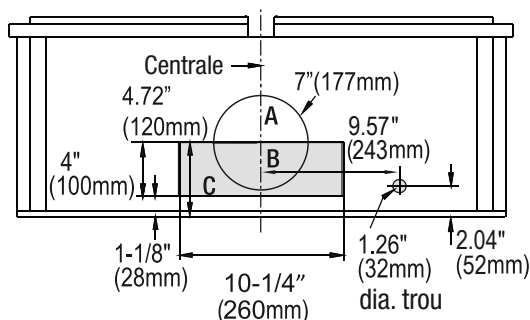
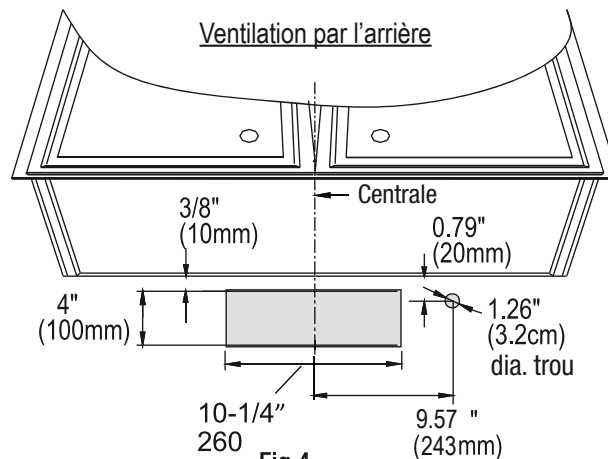

Fig.3
Fig.4
- Déterminer si votre système de ventilation existant évacue l'air par le haut ou par l'arrière. Veiller à ce que les ouvertures dans l'armoire ou dans le mur pour le clapet et pour l'accès à l'électricité sont à des endroits appropriés et sont de tailles appropriées. Voir la Fig. 3 si votre ventilation est par le haut ou voir Fig. 4 si elle est par l'arrière. Pour la ventilation par le haut (Fig. 3), si vous utilisez le adaptateur rond, l'ouverture devrait être A et B seulement. Si vous utilisez le clapet rectangulaire, l'ouverture devrait être B et C seulement.